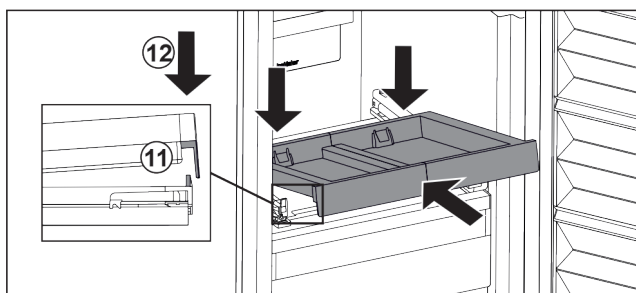

Fig. 93
- ▶ Zasuňte ju šikmo. Dbajte na to, aby sa na oboch stranách doraz nachádzal za sponou. Fig. 93 (11)
- ▶ Zložte vyťahovaciu poličku vpredu. Fig. 93 (12)